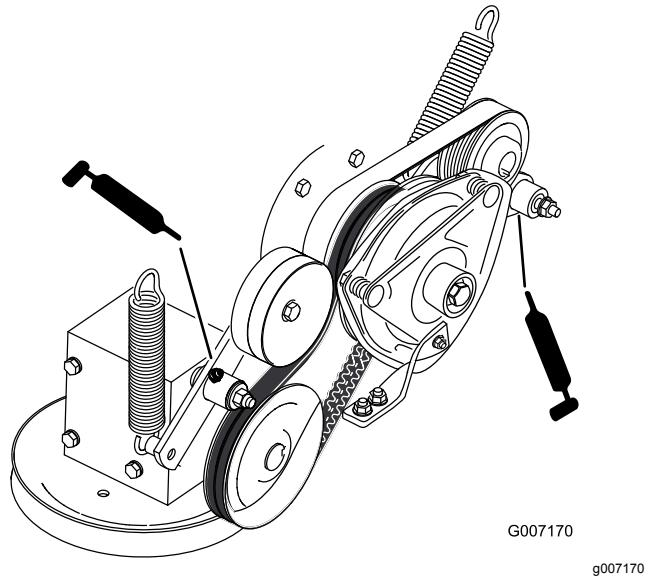

Figure 41
6. Graissez le bras de tension de la courroie d'entraînement de PDF (Figure 41).
7. Graissez le bras de la poulie de tension de la courroie de pompe (Figure 41).